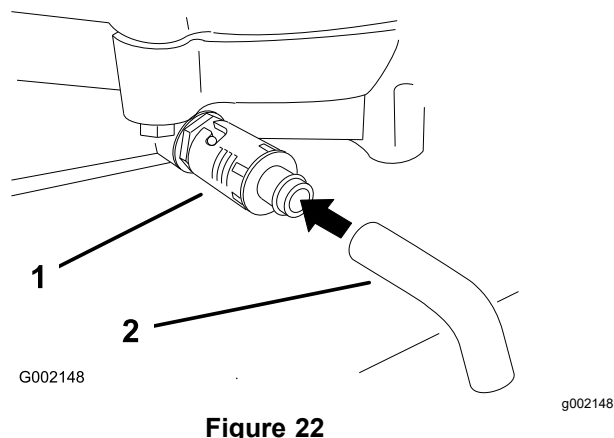

Figure 22
4. Placez un bac sous la vidange. Tournez le robinet de vidange pour permettre à l'huile de s'écouler (Figure 22).